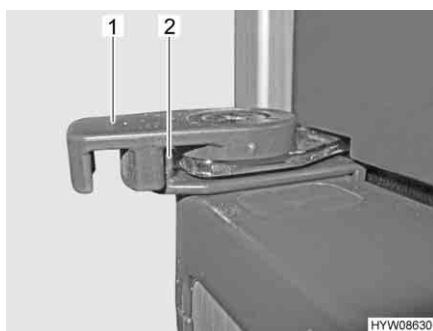

Fig. 95 Bloccaggio della porta del frigorifero in posizione di bloccaggio
- Ruotare il bloccaggio (Fig. 95,1) verso l'esterno.
- Tirare il bloccaggio (Fig. 95,1) verso il centro del frigorifero. La rientranza interna del bloccaggio deve essere riportata nel nasello di chiusura (Fig. 95,2).